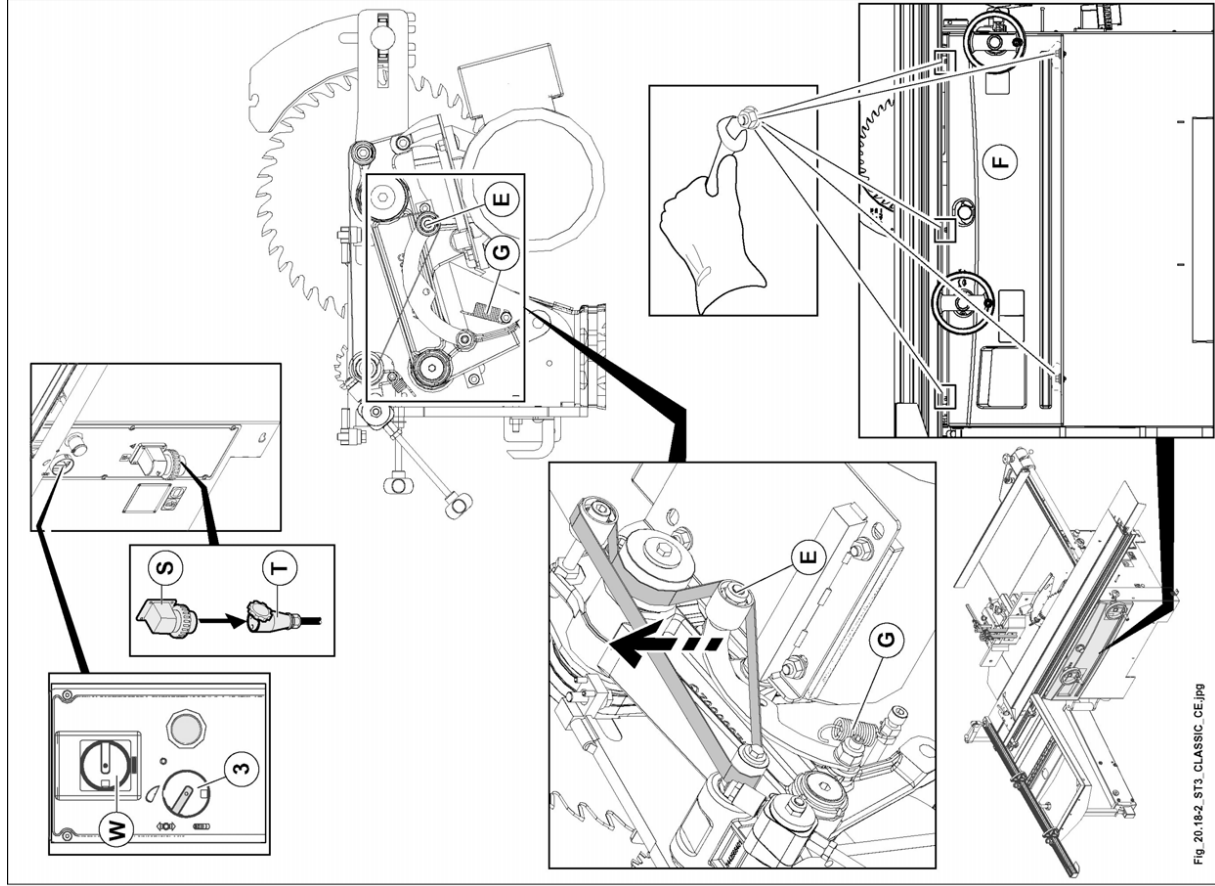

Abb. 20.18-2
- stecker (S Abb. 20.18-2) an Steckdose (T Abb. 20.18-2) anschließen
- wälschalter (3 Abb. 20.18-2) auf (I) drehen
- die Motorbremse lösen. Dazu den Wahlschalter (W Abb. 20.18-2) in Schaltstellung "I" drehen.
- Den vorderen Schutz ausbauen (F Abb. 20.18-2).
- Den Riemenpanner (E Abb. 20.18-2) lösen und den Riemen herausziehen; auf dieselbe Weise den neuen Riemen montieren und von Hand drehen; sicherstellen, dass er in der Mitte der Riemenscheiben angeordnet ist.
- Den vorderen Schutz (F Abb. 20.18-2) wieder einbauen.
die richtige Spannung des Schneiderriemens wird durch die Feder (G Abb. 20.18-2) gewährleistet und bedarf keiner Einstellung.